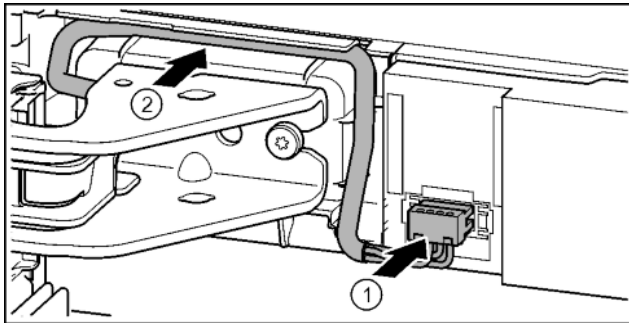

Fig. 42
- ▶ Pattintsa be a dugót a felső csapágybak felett, és óvatosan helyezze a csatornába a kábelpázmákat. *Fig. 42 (1)*
- ▶ A szürke kábelt óvatosan helyezze be a felső csapágybak feletti vezetősínbe. *Fig. 42 (2)*